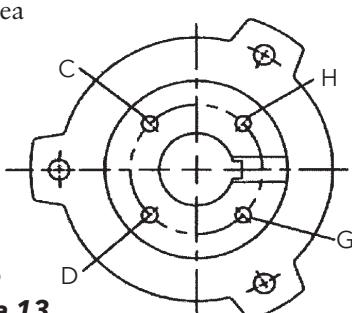

Figura 13
NOTA: El eje se puede ajustar hacia arriba o hacia abajo por medio de la tuerca de ajuste (604) Figura 13.
NOTA: Hay cinco orificios en la tuerca de ajuste y solo cuatro en el acoplamiento del motor. Ver Figura 13.
2. Alinee el orificio "A" en la tuerca de ajuste (604) y el orificio "C" en el acoplamiento del motor eléctrico (Ver Figura 13) o cualquier orificio similar que esté en una posición parecida. Si trabaja con cuidado, esto le dará un hueco inicial del impulsor entre 0.001" y 0.003" dependiendo el tamaño del eje o del paso de las roscas.